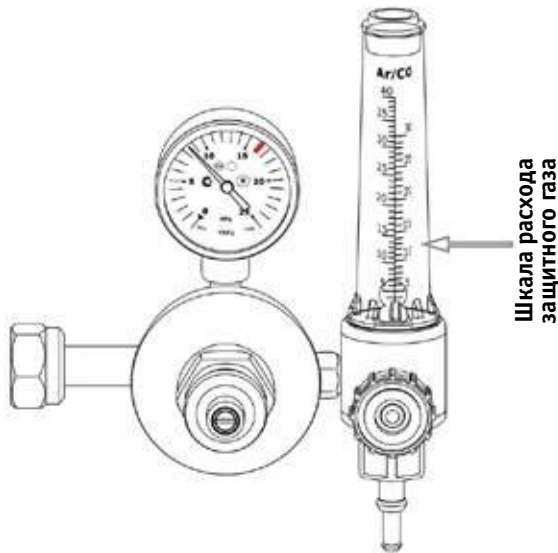

Рис. 12.1.3. Установка расхода газа.
6. С помощью регулятора (См. рис. 12.1.3.) установите необходимый расход защитного газа (от 4 до 25 л/мин в зависимости от выполняемых задач или см. таблицу 13.10.3).